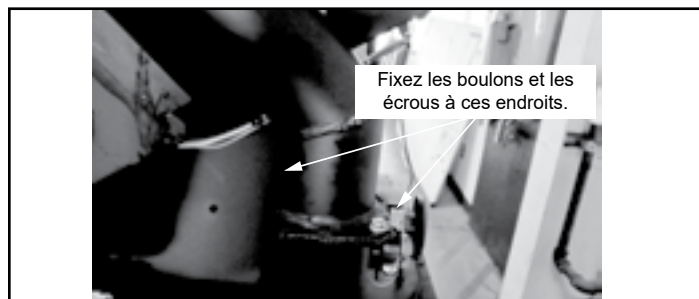

Figure 20.4
3. À l'aide d'une clé de 9 mm (3/8 po) et d'une clé à douille de 11 mm (7/16 po), fixer l'aération supérieure du carénage arrière à la transition d'échappement à l'aide de deux boulons et de deux écrous. Sécuriser avec deux pinces de l'appareil (Figures 20.4 et 20.5.)